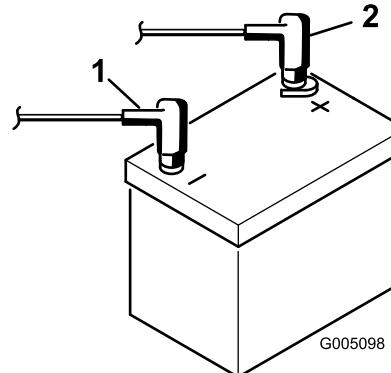

図 45
1. バッテリーからマイナスケーブル黒を外し、次にプラスケーブル赤外す図 45。
6. プラス赤ケーブルをバッテリーのプラス端子に接続し、次にマイナス黒ケーブルをバッテリーのマイナス端子に接続して、先ほど外したボルトとナットで固定する図 45。ショート防止のために端子にゴムキャップをかぶせる。